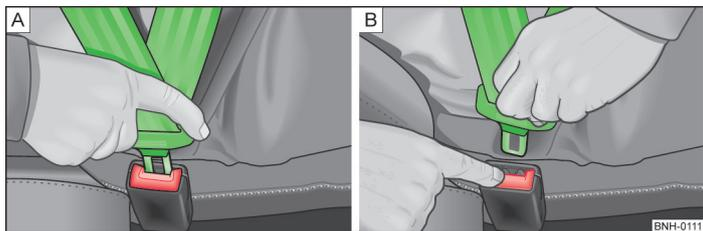

Fig. 79 Bouclage/débouclage des ceintures de sécurité
- Engagez la languette dans la boucle du siège correspondant » fig. 79 - A] jusqu'à ce qu'elle s'enclenche de façon audible.
- Appuyez sur la touche rouge de la boucle » fig. 79 - B], la languette est éjectée.